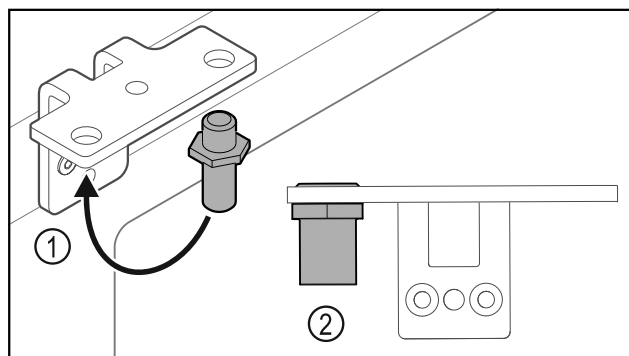

Fig. 35
- ▶ Bolzen Fig. 35 (1) im Scharnierwinkel umsetzen.
- ▶ Bolzen Fig. 35 (2) mit **Drehmoment von 12 Nm** anziehen.